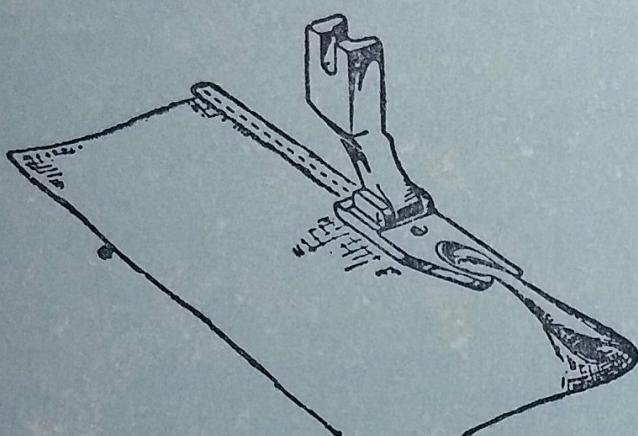

FIG. 35
a) DOBLADILLO A PUNTADA RECTA (Fig. 35)